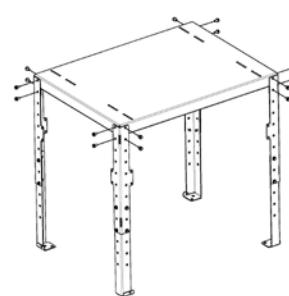

Fig. 32 - Montar as pernas + o plano
- Fixar sobre as pernas o plano de apoio do inserto (ver **Fig. 32**).